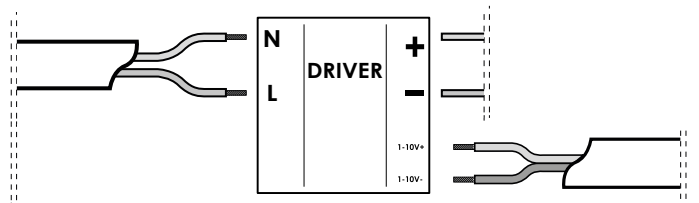

FIG 2
1. Realice un agujero de forma circular en la superficie de montaje con el diámetro que se indica según modelo (FIG. 2).
- Make a circular hole in the mounting surface with the diameter indicated according to model (FIG.2).